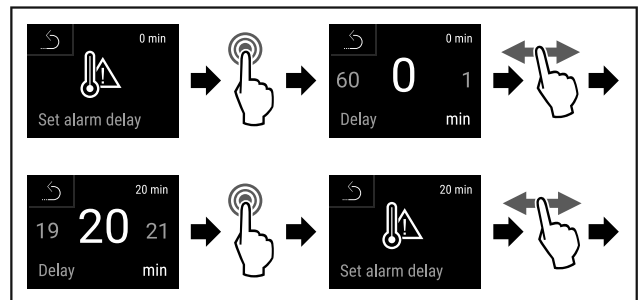

Fig. 142
- ▶ Seguir los pasos de procedimiento (consulte Fig. 142) .